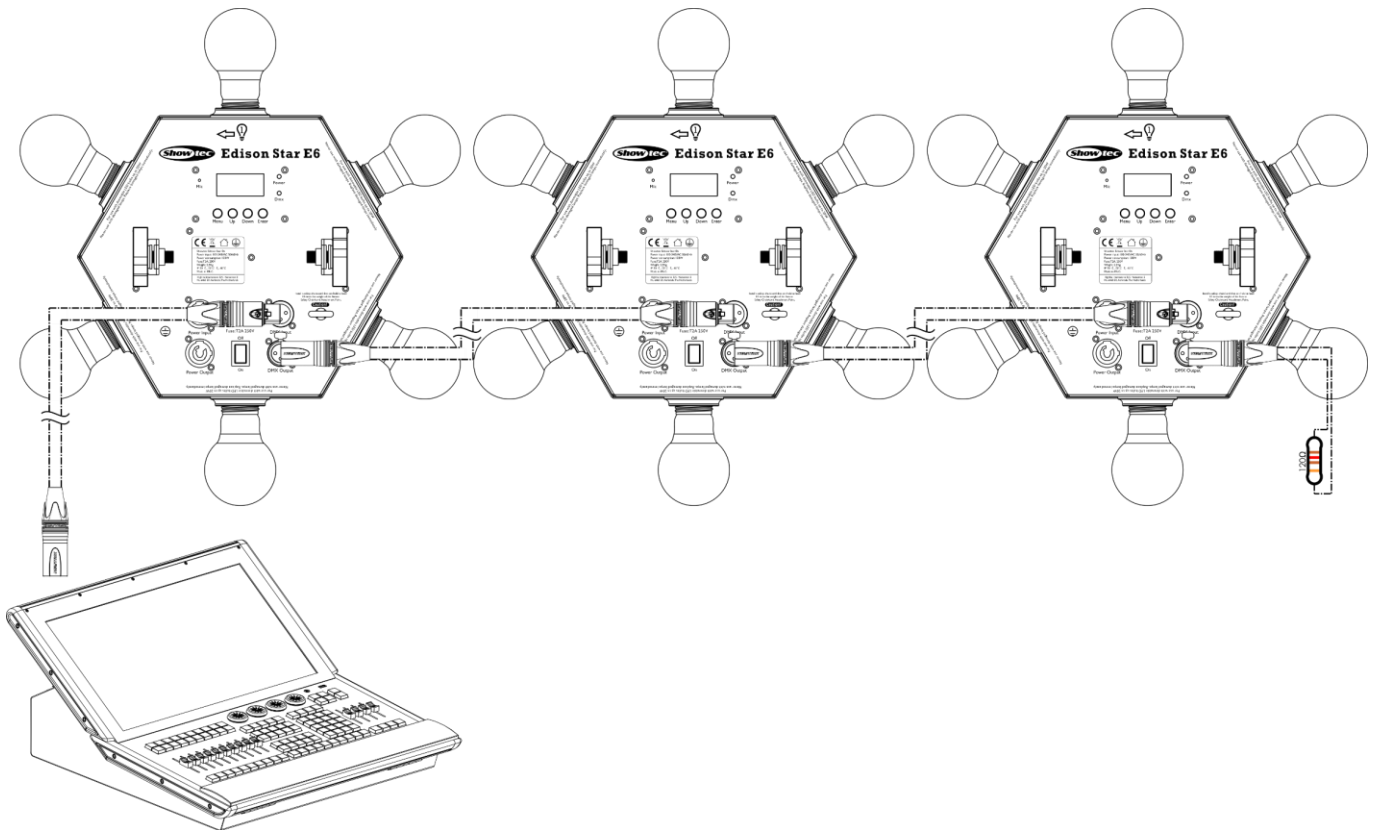

Abb. 05
- 04) Verbinden Sie die Geräte wie in Abb. 05. Schließen Sie einen Lichtcontroller mit einem DMX-Kabel an den Eingang des ersten Geräts. Schließen Sie den Ausgang des ersten Geräts mit einem DMX-Kabel an den Eingang des zweiten Geräts an. Wiederholen Sie diesen Vorgang, um die restlichen Geräte anzuschließen.